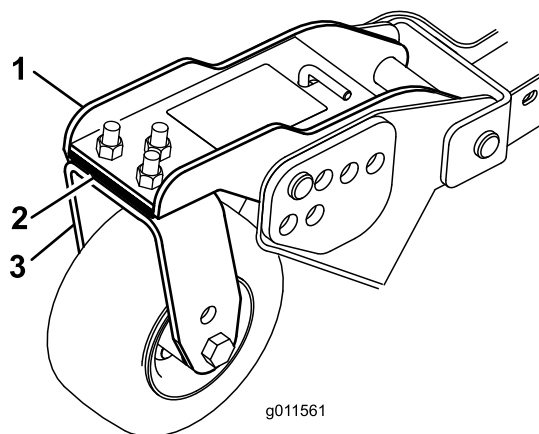

Figure 31
Tournez la lame sur chaque axe dans le sens longitudinal. Mesurez et notez la distance entre le sol et la pointe avant du tranchant. Ajoutez ou retirez des cales de 3 mm sur le(s) bras des roues pivotantes avant pour que la hauteur de coupe corresponde à celle qui est indiquée sur l'autocollant (Figure 31). Pour l'axe de la lame extérieure seulement, reportez-vous à la rubrique Réglage de l'inclinaison des lames.
3. Si le bord intérieur du plateau de coupe latéral est trop élevé par rapport au bord extérieur du plateau de coupe avant, retirez une cale de 3 mm au bas du bras pivotant intérieur avant du plateau latéral (Figure 31). Vérifiez à nouveau la distance entre les bords extérieurs des deux plateaux de coupe latéraux et la distance entre le bord intérieur du plateau de coupe latéral et le bord extérieur du plateau de coupe avant.